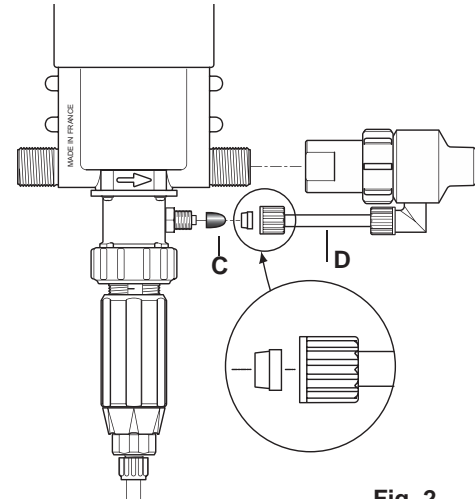

Fig. 2
De speciale « IE » modellen (Externe Injectie) zijn aanbevolen voor het werken met bepaalde corroderende concentraten. Deze modellen worden geleverd met bijpassende Externe Injectie slang, die aangesloten moet worden (**Fig. 2-D**). BELANGRIJK is het deze onderdelen zacht aan te draaien, zonder te forceren !
**BELANGRIJK** – Het filter moet minimaal 10cm boven de bodem van het voorraadvat hangen om te voorkomen dat onopgeloste deeltjes in de pomp geëgen worden en deë beschadigen (Fig. 2).